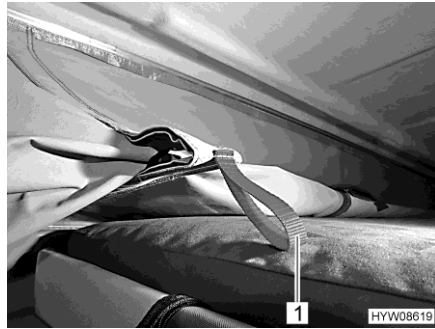

Fig. 54 Dispositif de rentrage
- Tirer la toile de tente vers l'intérieur par les pattes rouges (Fig. 54,1) du dispositif de rentrage.